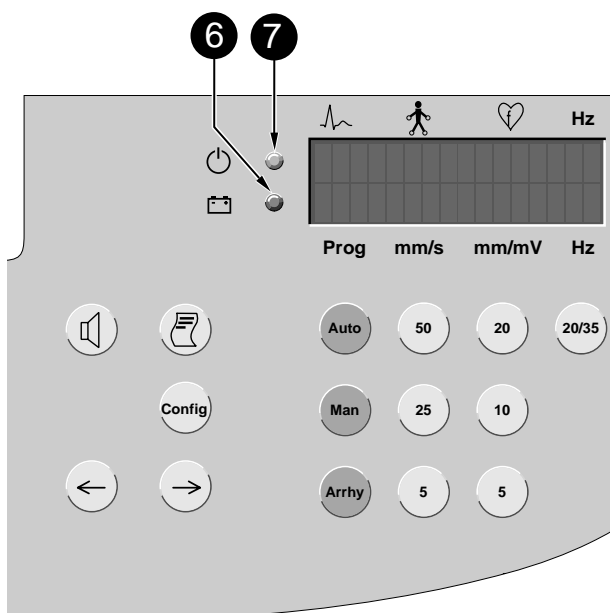

Bild 3-1. Kontrolllampen
- Die Batterie wird automatisch geladen, wenn das Gerät am Versorgungsnetz angeschlossen ist und die Kontrolllampe (7) leuchtet (Bild 3-1). Dazu braucht das Gerät nicht eingeschaltet zu werden. Damit die Batterie stets geladen ist, lassen Sie das Gerät immer am Netz angeschlossen. Nach einer Ladezeit von 6 Stunden (h) ist die entladene Batterie wieder voll geladen.
- Die Kontrolllampe (6) leuchtet, wenn die Batterie geladen werden muß.